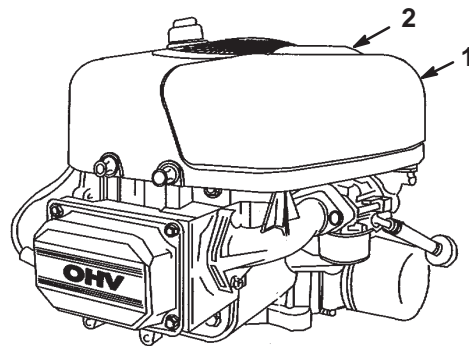

Figure 16
6. Nettoyez la surface autour du filtre à air pour éviter que des impuretés ne s'introduisent dans le moteur et l'endommagent. Tirez la poignée du couvercle du filtre à air et tournez-la vers le moteur (Fig. 16). Déposez le couvercle du filtre à air.